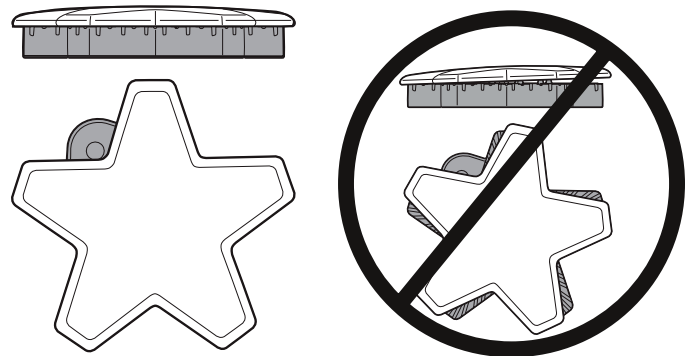

Figura 13: Tapa de quemador colocado correctamente
- Compruebe cada quemador para asegurarse de que no hay espacio entre la tapa y la base del quemador. Vea *Figura 13* para ejemplos de tapa de quemador instalada correcta e incorrectamente.
- Puede intentar mover con cuidado las tapas de los quemadores lateralmente para asegurarse de que estén colocadas correctamente en su base. Cuando es el caso, las tapas están rectas en la base y cubren completamente la base del quemador en forma de estrella al mirirlas desde arriba, como se muestra en la *Figura 13*.